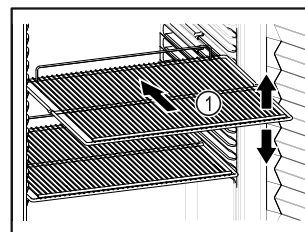

Fig. 59 Atvaizdo pavyzdys
- ❑ Jei pastatymo groteles Fig. 59 (1) galima perkelti, pritaikykite atsižvelgdami į aukštį.